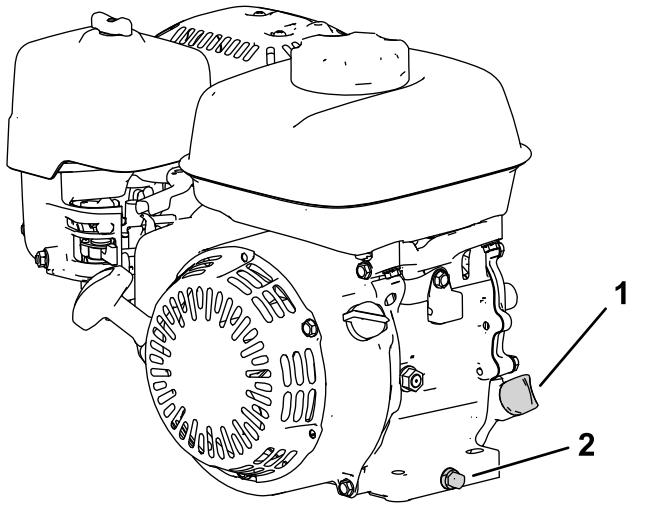

図 27
- エンジンが水平になるように駐車し、オイル補給口の周囲をきれいに拭く 図 27。
3. ドレンプラグ、ワッシャ、ディップスティックを外す 図 27。